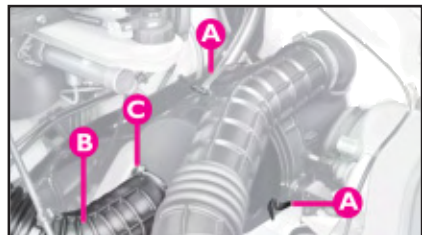

fig. 15
**Fig. 15 en 16:** uitvoeringen met dieselmotor (atmosferische aanzuiging).